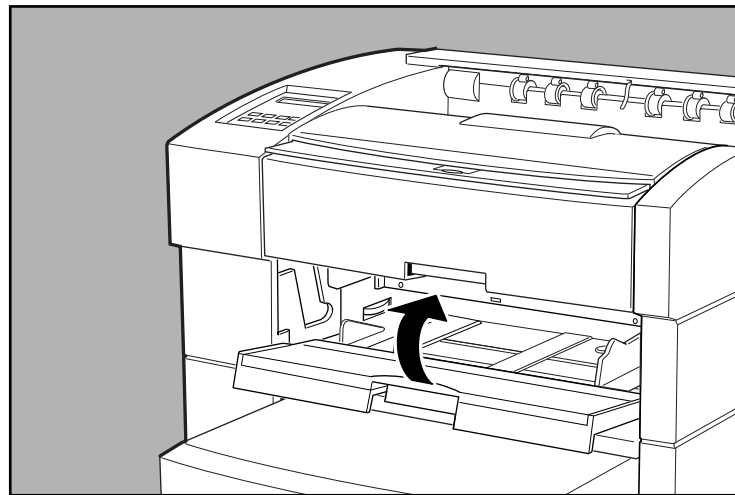

Fig. 2.14 Chiudere l'alimentatore multifunzione
11. Chiudere l'alimentatore multifunzione (fig. 2.14).
5. Se il supporto entra completamente nella stampante chiudere l'alimentatore multifunzione (fig. 2.14).